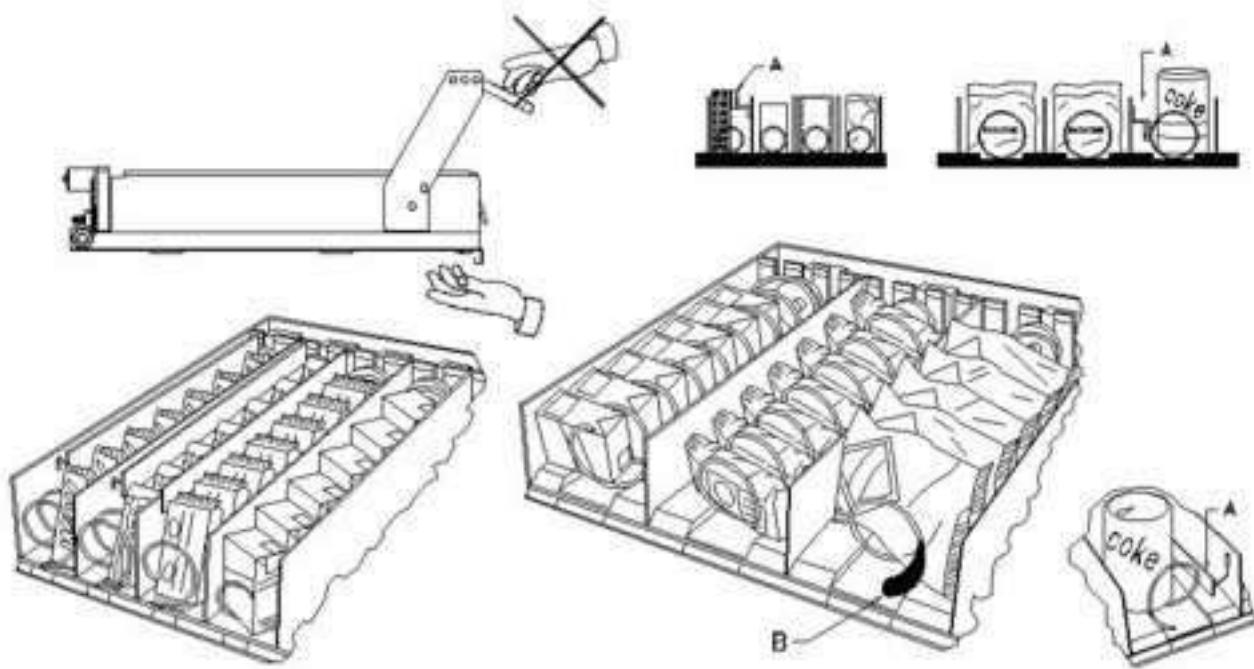

fig. 3
8.2 TRENNWÄNDE FÜR PRODUKTE IN DEN SCHUBLÄDEN (fig. 3)
8.3 AUSSTOßER FÜR PRODUKTE (fig. 3)